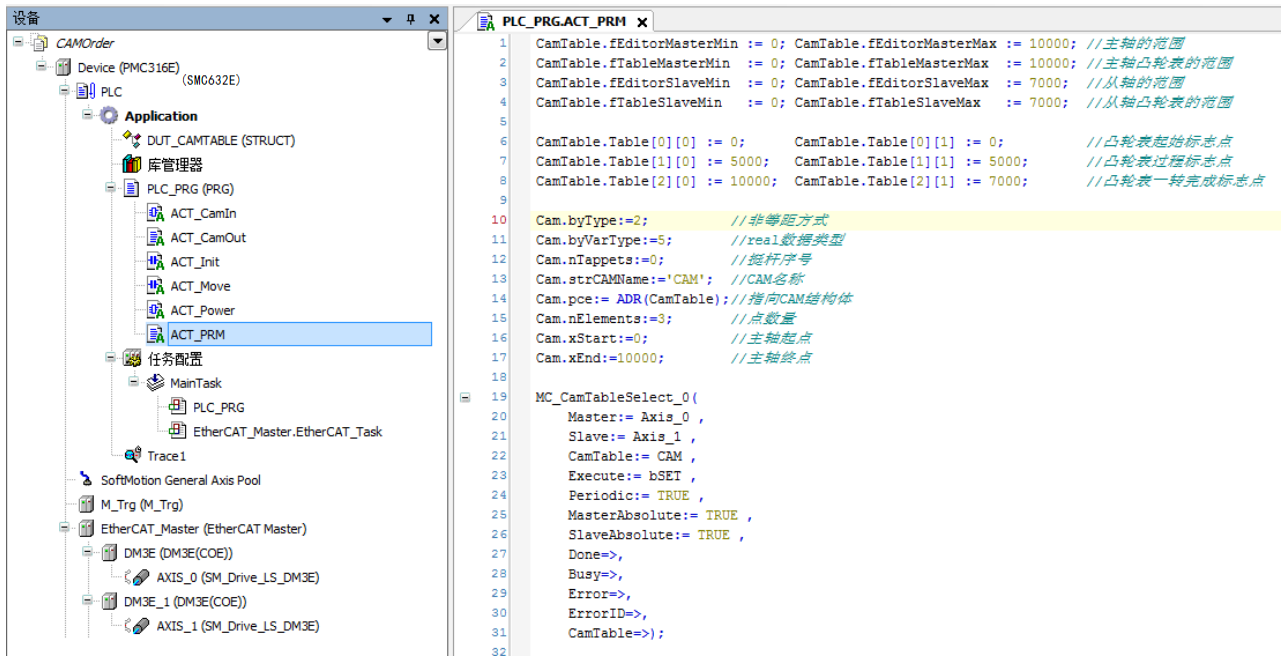

图 6.23 配置凸轮表数据
- 2) 右击工程设备栏中的“PLC\_PRG”，选择“添加对象”-“动作”，命名为 ACT\_PRM 并打开，添加表 6.3 相应的凸轮表参数，如图 6.23 所示；